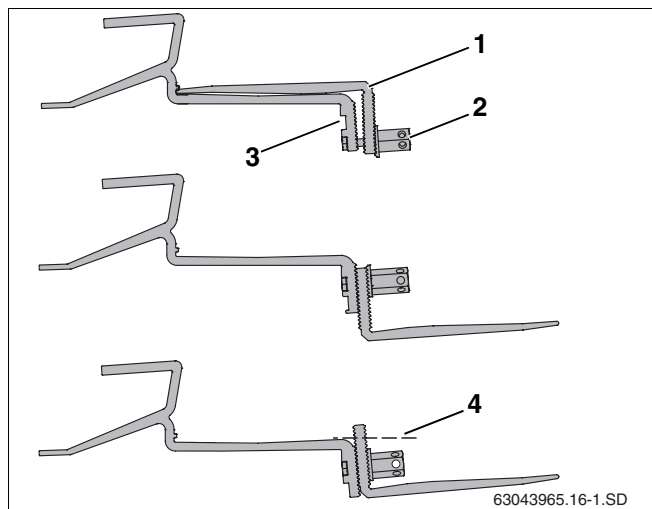

Fig. 17 Riposizionamento della parte inferiore del gancio da tetto
- Svitare il dado esagonale lungo (fig. 17, **pos. 2**).
- Infilare la vite nel foro superiore (fig. 17, **pos. 3**).
- Fissare con un po' di gioco la parte inferiore del gancio da tetto (fig. 17, **pos. 1**). Non serrare ancora il collegamento.